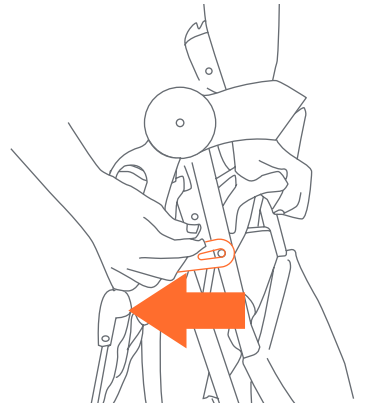

Fig. 21a
21) • Relâchez le levier de verrouillage qui est situé sur le côté droit (Fig. 21a).